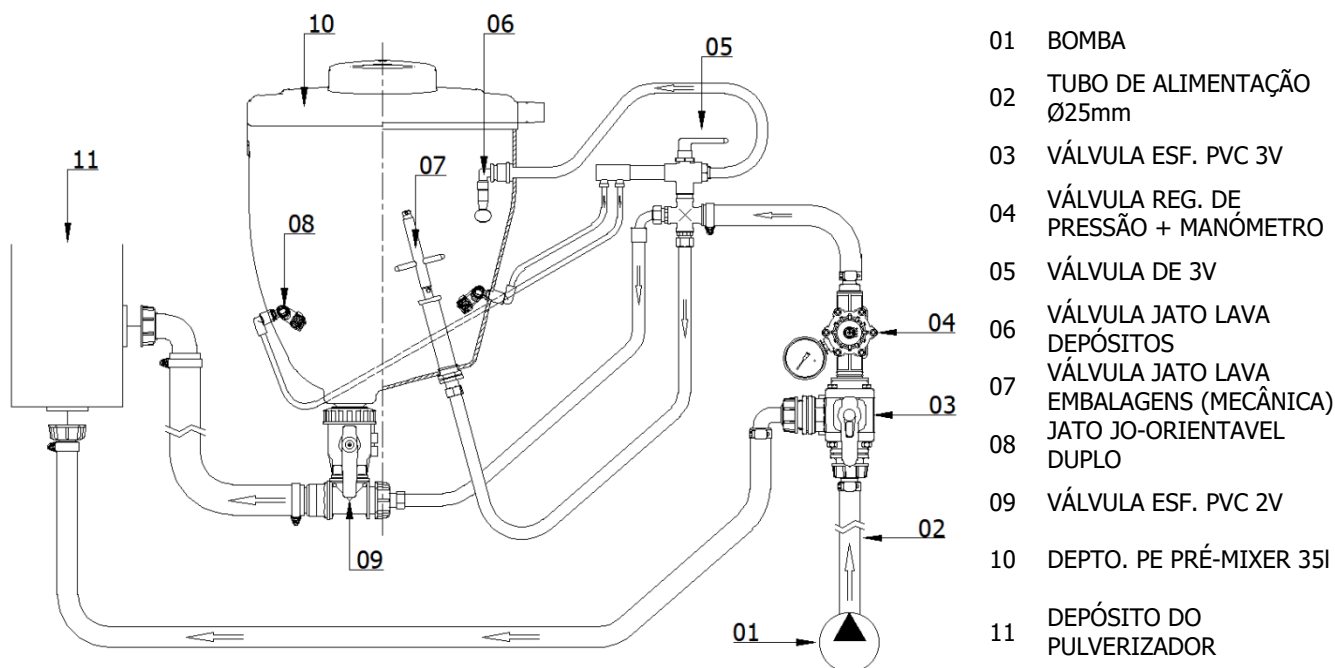

Figura 6.4.1 – Esquema hidráulico Pré-mixer c/ Reg. Pressão
1. Alimentação: Ligue o tubo de alimentação de Ø25mm à saída da bomba. Veja o esquema hidráulico (Figura 6.4.1).